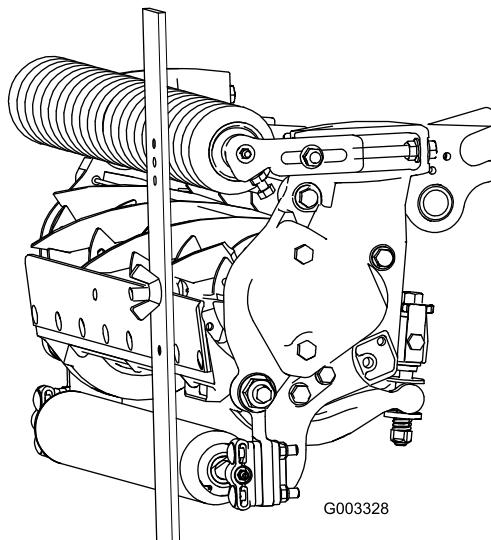

Figura 20
- Prenda a cabeça do parafuso à extremidade cortante da lâmina de corte e apoie a extremidade traseira da barra no rolo traseiro (Figura 20).
- Rode o parafuso de ajuste até que o rolo entre em contacto com a dianteira da barra indicadora (Figura 20). Ajuste ambas as extremidades do rolo até que todo o rolo esteja paralelo à lâmina de corte.